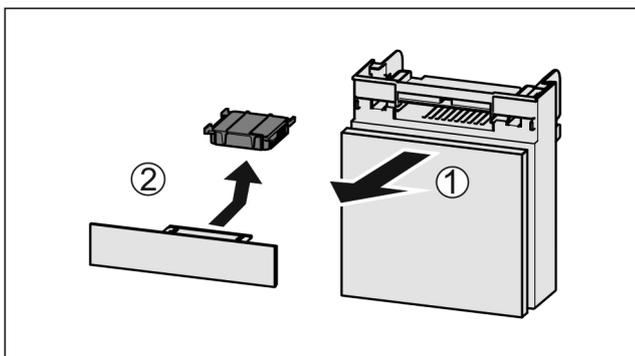

Fig. 128
- ▶ Extraiga Fig. 128 (1) el compartimiento hacia adelante.
- ▶ Retire Fig. 128 (2) el filtro de carbón activado.